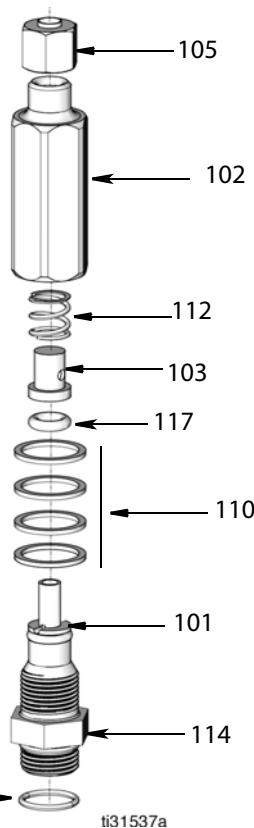

Рис.36
Для подачи точного количества консистентной смазки в каждую точку смазки в системе используются инжекторы для консистентной смазки. Если инжектор не обеспечивает подачу правильного количества консистентной смазки в определенную точку или если недоступен запасной инжектор требуемого размера, для регулировки выходного объема форсунки можно использовать выходные распорные кольца (110) (Рис.36, стр. 41).
3. С помощью ключа на 5/8" ослабьте и открутите корпус инжектора (102) от блока клапана (114). Соблюдайте осторожность, чтобы не повредить пружину (112), колпачок фиксатора (103) и уплотнительное кольцо (117) (Рис.36, стр. 41).
- Чтобы увеличить выходной объем, добавьте распорные кольца (110).
- Чтобы уменьшить выходной объем, уберите распорные кольца (110).
- Соберите блок клапана инжектора. Следите за тем, чтобы все извлеченные во время разборки детали были установлены обратно в правильном порядке, как показано на Рис.36 (стр. 41). С помощью ключа на 5/8" затяните корпус с усилием, достаточным для надежной фиксации выходных распорных колец (110) на месте. Затяните с усилием 10,6 Н·м (7,8 футо-фунтов).
- Установите инжектор (101) на коллектор (119/120). Наденьте глубокую тонкостенную головку на форсунку и выровняйте относительно граней шестигранной гайки (114) (Рис.36, стр. 41). Затяните с усилием 10,6 Н·м (7,8 футо-фунтов).